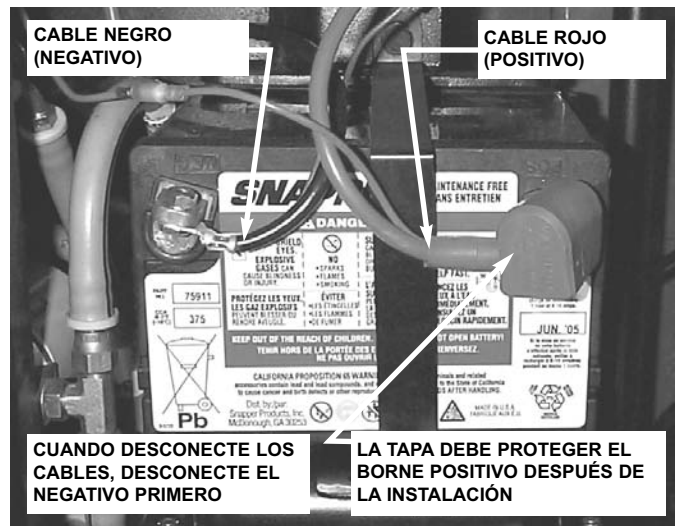

FIGURA 5.18
2. Conecte los cables a los bornes de la batería. Conecte el cable ROJO (positivo) primero. Conecte el cable NEGRO (negativo) después. Vea la figura 5.18.